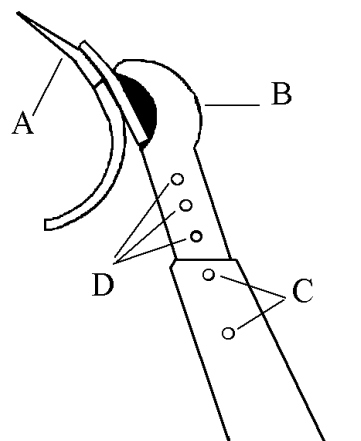
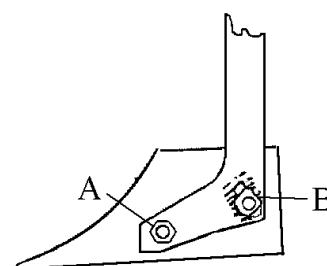

fig. 7
fig. 8
La penetrazione dei vomerini (A fig. 7) nel terreno deve essere di 5 / 10 cm.
L'avanvomere (B fig. 7) si alza o si abbassa dopo avere tolto i bulloni di fissaggio (C fig.7) e posizionando i fori di regolazione (D fig.7) per la profondità stabilita.
Se la penetrazione dell'aratro nel terreno non fosse soddisfacente è possibile variarla, posizionando il corpo aratro più o meno di punta, tramite le viti di regolazione (A-B fig.8).
A registrazione avvenuta serrare con forza le viti (A-B fig.8).
Per eseguire l'aratura di finitura campo bisogna montare sul polivomere la pista lunga (B fig.7 b), così si ha la possibilità di usufruire di un maggiore spostamento laterale dei corpi aratro (fig. 7 b).
Lo scorrimento della pista (B fig.7 b) sulla testata (C fig.7 b) è favorito dai lardoni antiusura regolabili (E fig.8 b).
**Importante!** Bloccare la barra sterzo con gli appositi perni (A fig. 7 b).
Posizionando l'aratro come nella fig. 7 b si effettua l'aratura per finitura campo.
Controllare, periodicamente, se si sono verificati giochi, fra i lardoni di scorrimento (E fig. 8 b) e la pista, ed eventualmente eliminarli usando le viti di registro (H fig. 8 b).
fig. 8 b